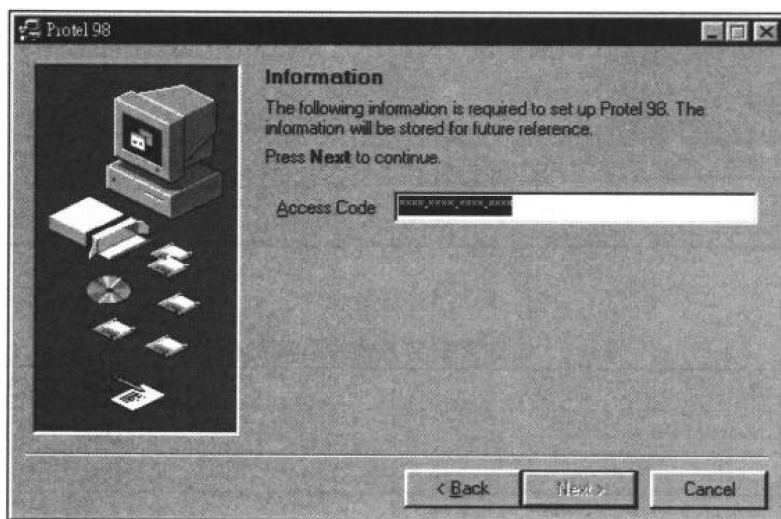

图 1-3 指定序列号
② 单击  按钮, 出现如图 1-3 所示的对话框。这时候请输入序列号, 序列号是软件包自带的, 其中的 “-” 不必输入。